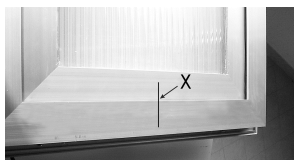

Figure 2
- A. A l'aide d'un crayon, tracer la ligne médiane "X" sur la menuiserie (Fig.2).